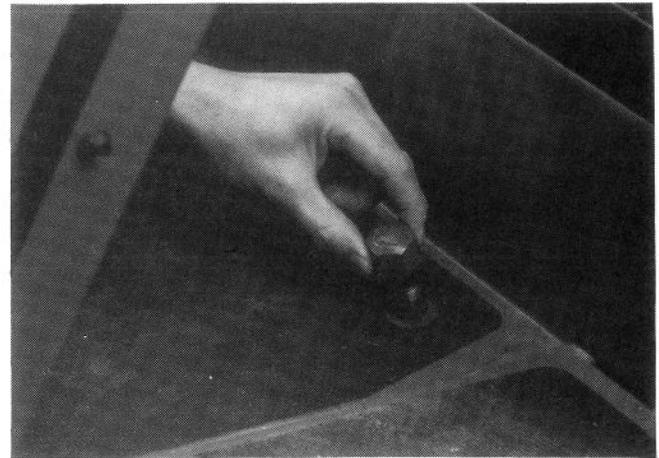

Figure 9
2. Dévisser le bouchon de la jauge (Fig. 9) se trouvant sur le tube de remplissage de la transmission et nettoyer la jauge avec un chiffon propre. Revisser la jauge dans le tube de remplissage. Enlever la jauge et vérifier le niveau d'huile.